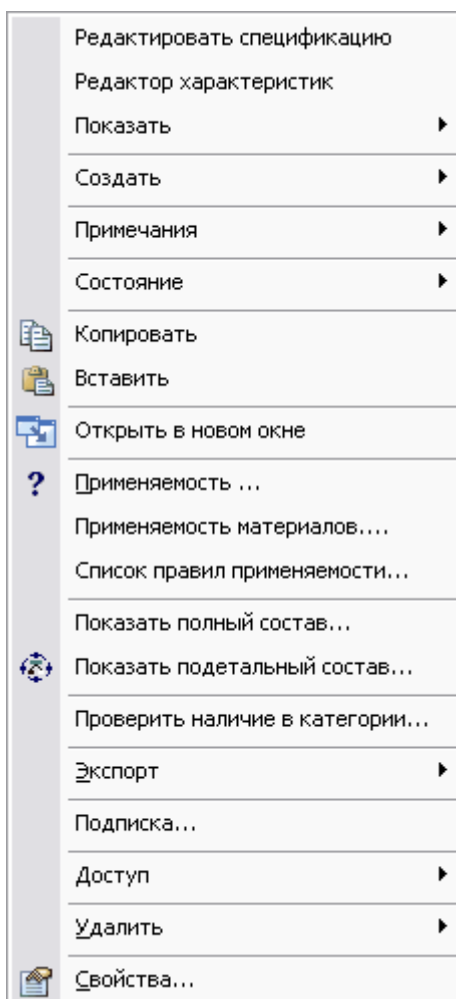

Рис. 78
2. В появившемся контекстном меню выберите пункт **Показать полный состав...** или **Показать поддетальный состав....** (Рис. 78)